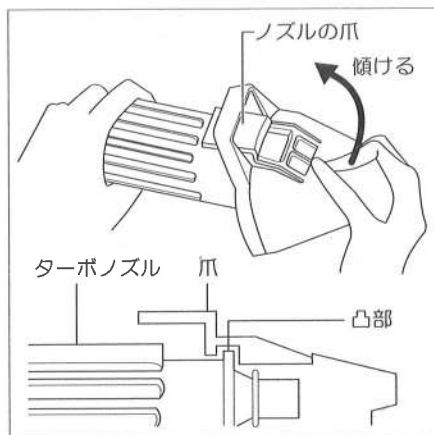

図11
①ターボノズル先端に洗剤散布用ノズルを押し込みます。
②洗剤散布用ノズルを傾けるようにしてノズルの爪をターボノズル凸部に噛み合せます。(図11参照)